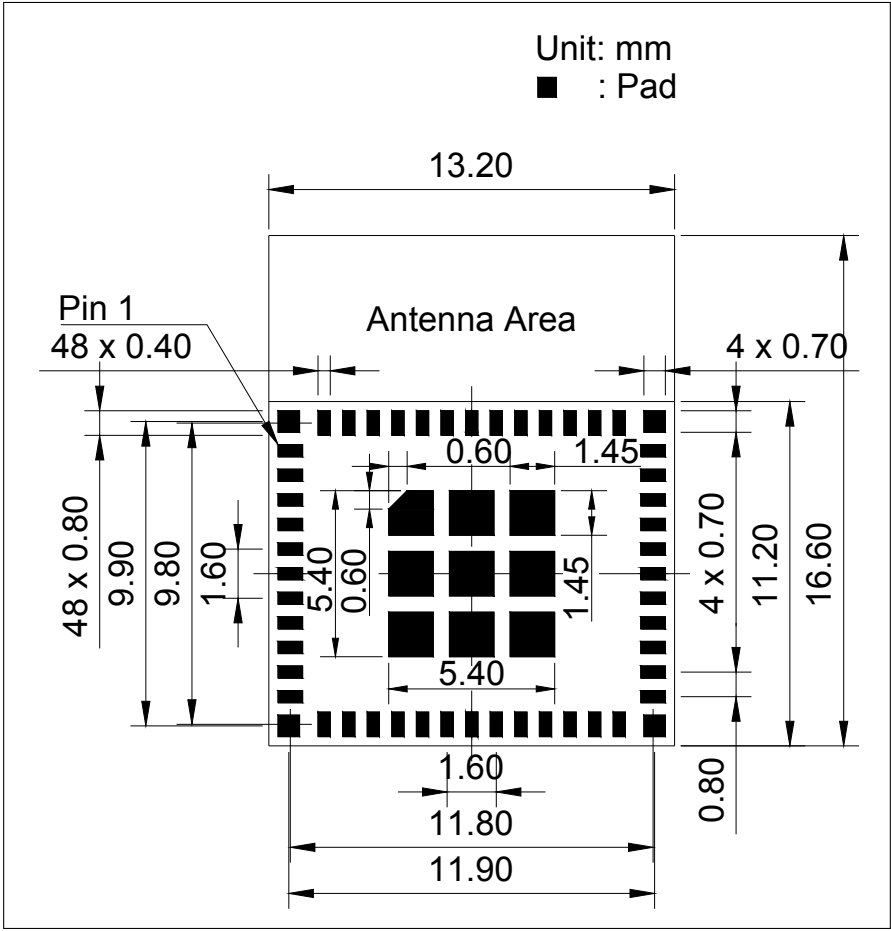
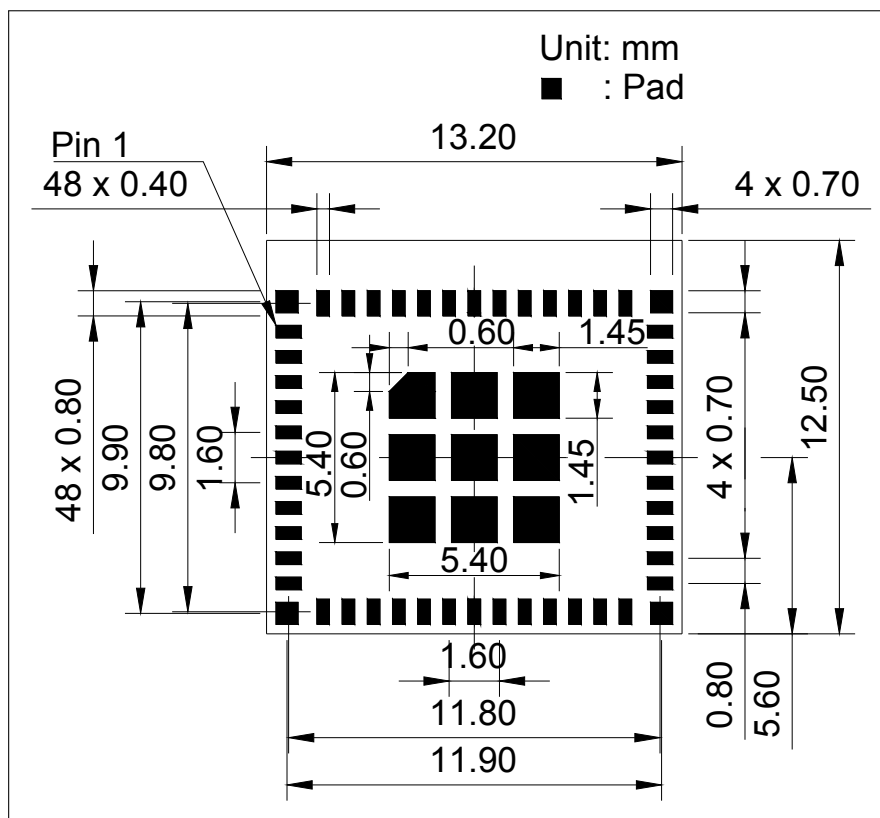

图 11-1. ESP32-C6-MINI-1 推荐 PCB 封装图形
图 11-2. ESP32-C6-MINI-1U 推荐 PCB 封装图形
- 推荐 PCB 封装图，标有 PCB 设计所需的全部尺寸。详见图 11-1 ESP32-C6-MINI-1 推荐 PCB 封装图形 和 图 11-2 ESP32-C6-MINI-1U 推荐 PCB 封装图形。
- 推荐 PCB 封装图的源文件，用于测量图 11-2 和 11-2 中未标注的尺寸。您可用 Autodesk Viewer 查看 ESP32-C6-MINI-1 和 ESP32-C6-MINI-1U 的封装图源文件。